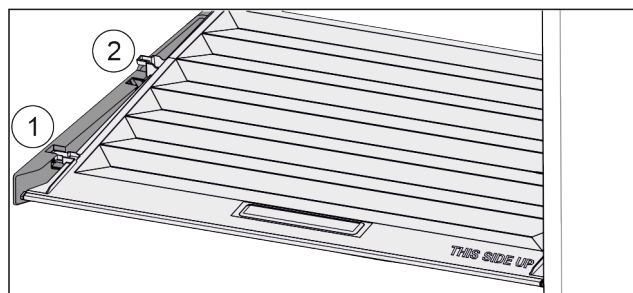

Fig. 68
- ▶ Dra locket framåt Fig. 68 (1) till öppningen i fästdelarna.
- ▶ Lyft det baktill underifrån och ta ut Fig. 68 (2) det uppåt.